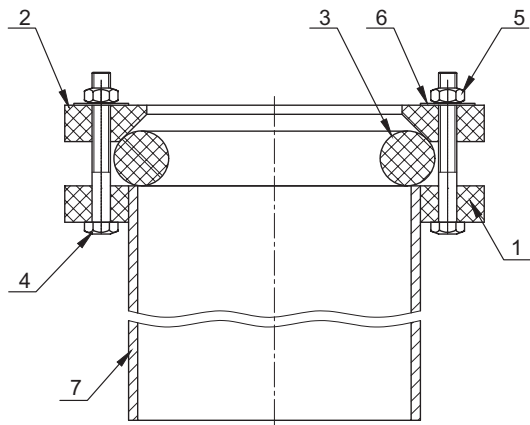

Рис. 3: Муфта для кессона
8. Герметизировать ввод обсадной трубы в изделие с помощью оголовка скважины (муфты). Перед монтажом муфты, ее необходимо предварительно разобрать. Для этого необходимо раскрутить все болтовые соединения, снять верхний фланец и уплотнительное кольцо. Для достижения лучшей герметизации рекомендуется зачистить поверхность входящего патрубка обсадной трубы крупной шкуркой и промазать места соединения герметиком. Далее, на обсадную трубу, монтируется уплотнительное кольцо, а также ответный фланец герметичной муфты обсадной трубы и равномерно затягиваются все болтовые соединения. (см. Рис.3)